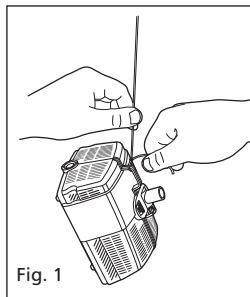

Fig. 1
2. Не используйте питающий электрокабель для поднятия насоса, т.к. это может привести к повреждению последнего. Мы рекомендуем установку специального шнура для подъёма насоса при его установке в глубоком водоёме. См. Рис. 1.